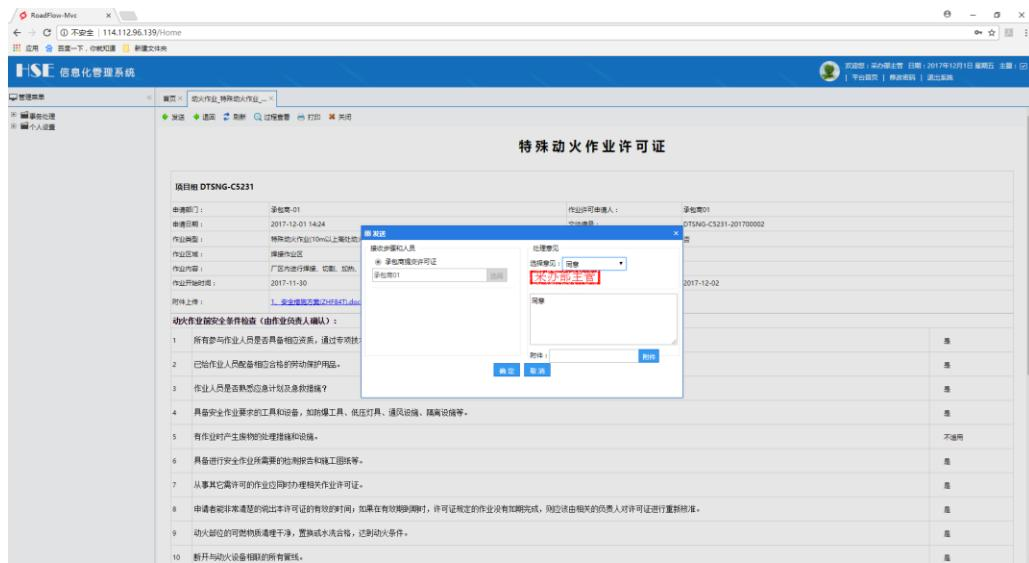

图 5.2-29 发送给承包商确认
2. 检查表单内容，内容合格无误后发送给承包商确认，如图 5.2-29 所示：